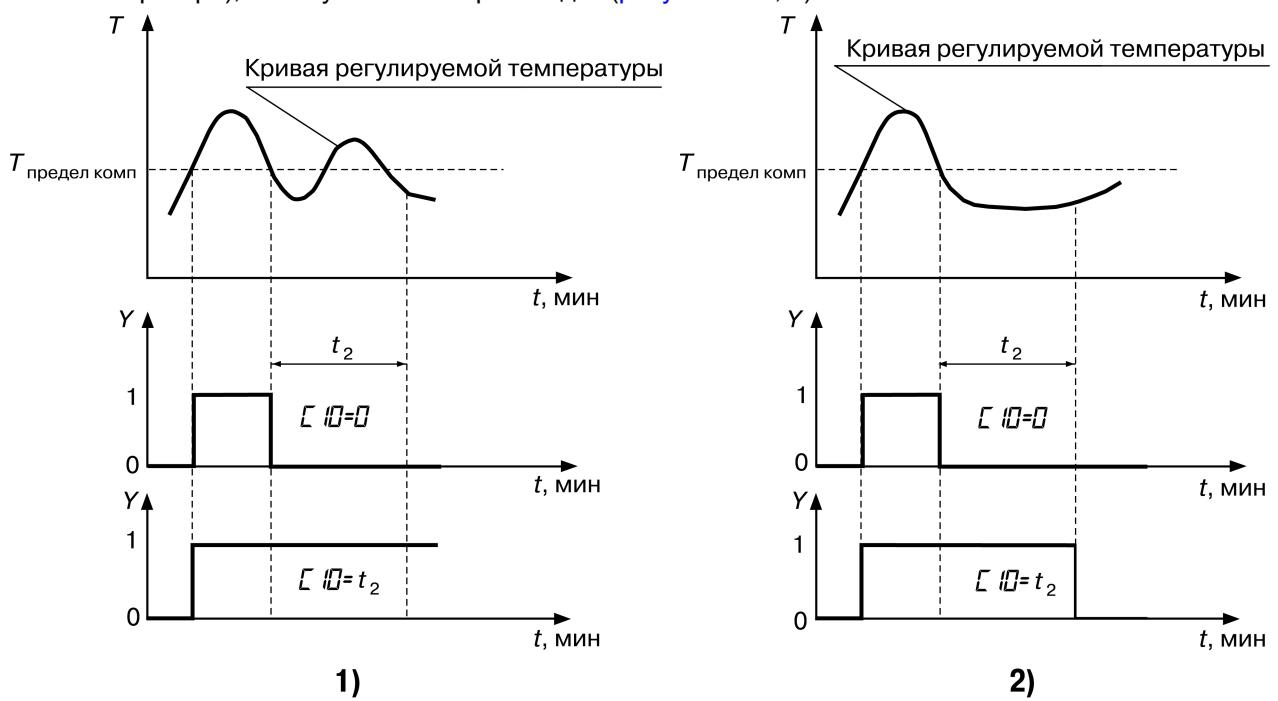

Рисунок 7.22 – Задержка отпускания компаратора: 1) компаратор «не отпустил» 2) компаратор «отпустил»
- если время нахождения управляемой величины ниже установленного предела после срабатывания компаратора меньше t_2 (установленного времени задержки отпускания компаратора), то отпускания не происходит (рисунок 7.22, 1);
- если время нахождения управляемой величины ниже установленного предела после срабатывания компаратора меньше t_2 (установленного времени задержки отпускания компаратора), то отпускания не происходит (рисунок 7.22, 2).